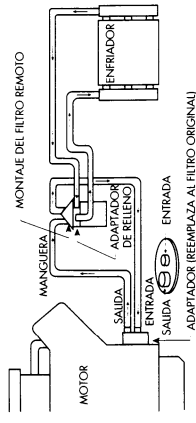

FIGURA 5
- Consulte la Figura 5 y la hoja de instrucciones del enfriador de aceite de motor para la instalación del enfriador y el encaminamiento de las mangueras.